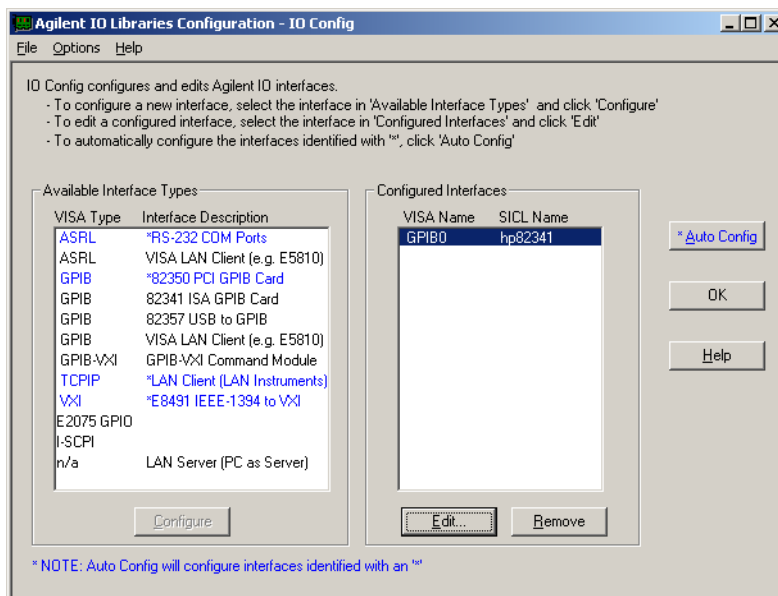

Figura 37 La finestra Interface Configuration ora riporta la scheda GPIB configurata
- 6 Selezionare OK. La scheda GPIB configurata deve risultare ora elencata sotto "Configured Interfaces" nella finestra Interface Configuration (Figura 37 a pagina 83).